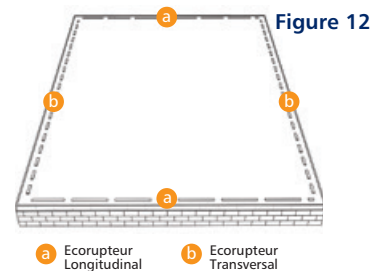

Figure 12
- La mise en œuvre de la dalle de répartition (Figure 12) est réalisée de façon traditionnelle et conformément au plan de préconisation de pose KP1